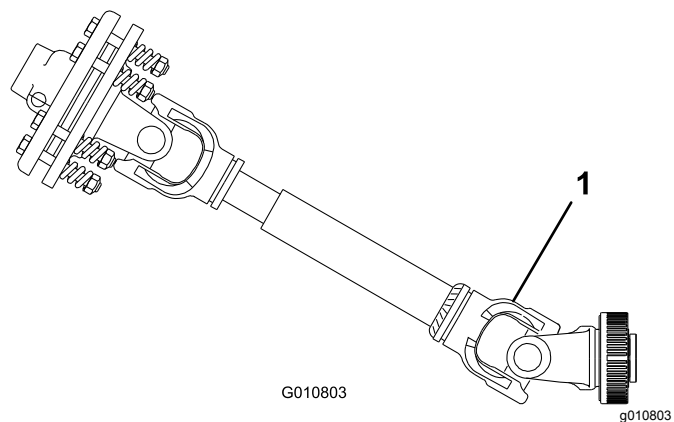

**Figura 26**
**Nota:** Para evitar una elevación excesiva, conecte los brazos de elevación de la unidad de tracción en los taladros superiores del soporte de elevación, si está instalado (Figura 26). El ángulo máximo del árbol de la TDF es de 35°.